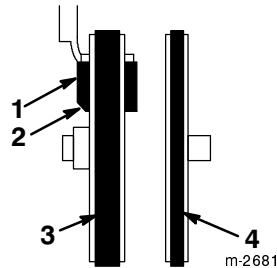

Figure 26
- 15.** Vérifiez que le patin de frein est monté correctement sur le bras de frein. Le pan coupé du patin de frein doit être placé comme illustré à la Figure 26.
12. Vérifiez que le patin de frein est monté correctement sur le bras de frein. Le pan coupé du patin de frein doit être placé comme illustré à la Figure 26.